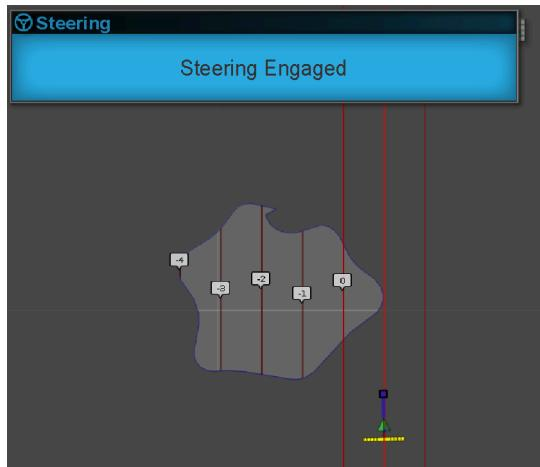

図 35
- ステアリングが作動—ステアリングアシスト機能が作動すると視覚的なアラームが表示されます(図35)。